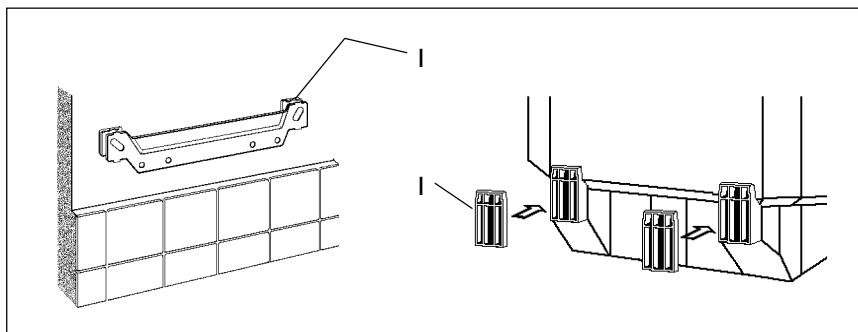

рис. 5
- Неровности стены выровнять прилагающимися прокладками (толщина 5 мм, рис.5, поз. I).